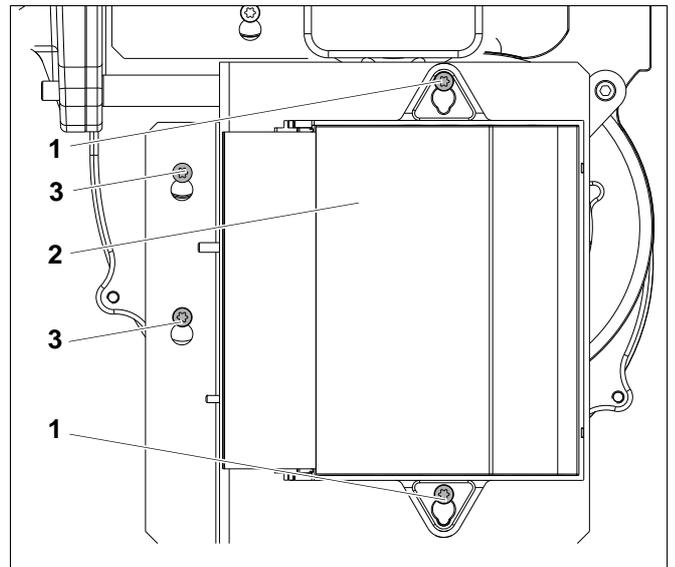

Рис. 49 Отверните винты электронного регулятора скорости вращения
- Отверните винты регулятора скорости вращения (рис. 49, **поз. 1**) и снимите его (рис. 49, **поз. 2**).
- Ослабьте два винта (рис. 49, поз. 3, стр. 47) на пластине электронного регулятора скорости вращения (не отворачивайте полностью) и снимите пластину.